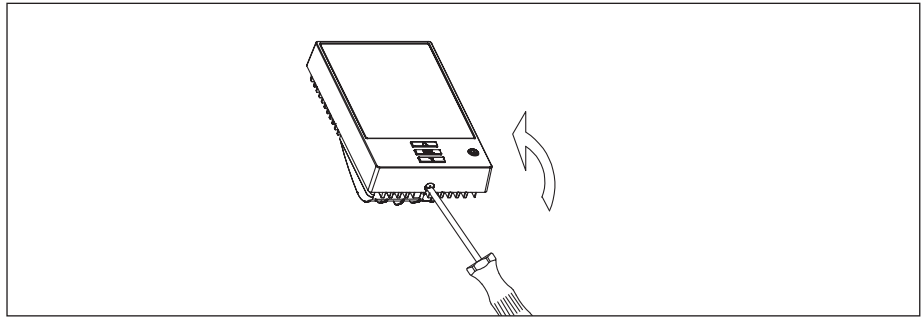

Fig. 2
1. Conecte el cable de potencia a los terminales 2 y 3 situados en la parte posterior del termostato (Fig. 2).
1. Conecte el cable calefactor a los terminales 1 y 4 situados en la parte posterior del termostato (Fig. 2).
No afloje los tornillos del terminal más de lo que permite el tope mecánico. Si lo hace, dañará el terminal (fig. 2).